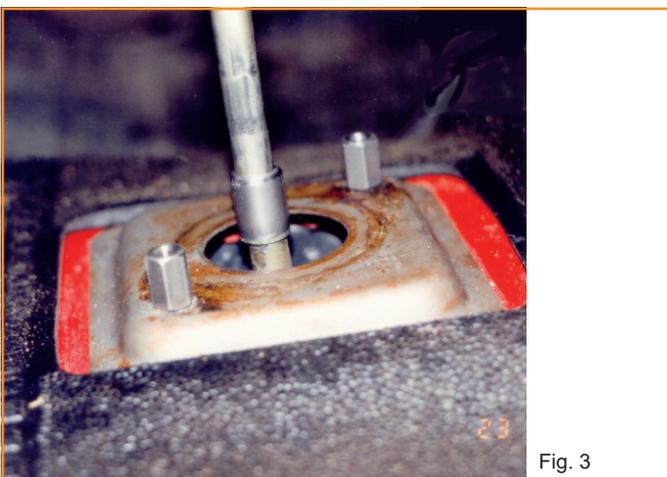

Fig. 3
- Tighten the two long M6 nuts with the size 13 key on to the studs. See Fig.3
- Now push the small tube again (chamfered side uppermost!) over the gear lever. See Fig.3
Schrauben Sie jetzt die M6 Distanzmuttern mit einem 10mm Schlüssel auf den Stehbolzen des Fahrzeugs fest und schieben die Distanzbuchse erneut mit der angefasten Seite nach oben über den Schalthebel. Siehe Fig.3.